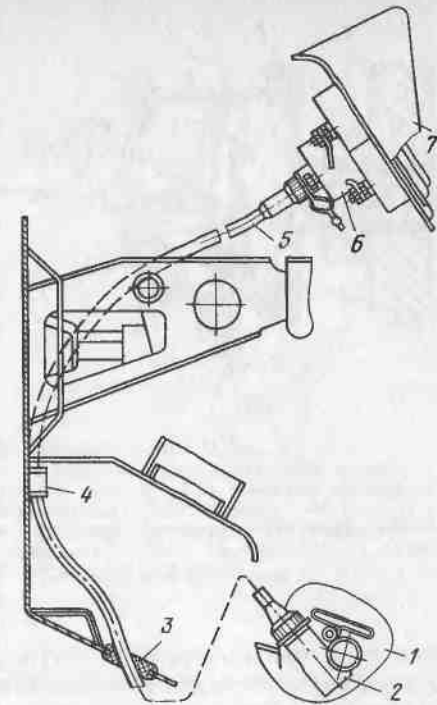

Рис. 203. Установка гибкого вала спидометра:
**Спидометр.** На автомобиле установлен спидометр типа 16.3802, работающий в комплекте с гибким валом 5 (рис. 203), трос которого передает вращение от редуктора привода спидометра 2 на валик спидометра.